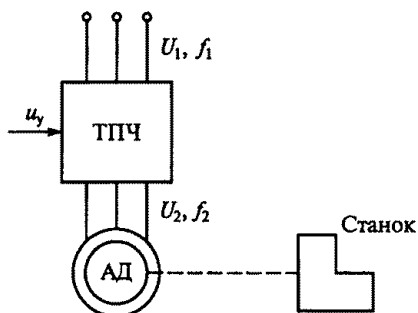

Рис. 264
11.33. В схеме на рис. 264 асинхронный короткозамкнутый электродвигатель (АД) питается от тиристорного преобразователя частоты (ТПЧ) и работает по естественной механической характеристике при $f_2 = f_1 = 50$ Гц. Как, используя сигнал управления u_y , надо изменить частоту f_2 для уменьшения скорости двигателя вдвое?
11.34. Какое торможение экономично для частотно-регулируемого асинхронного электропривода, схема которого показана на рис. 264?